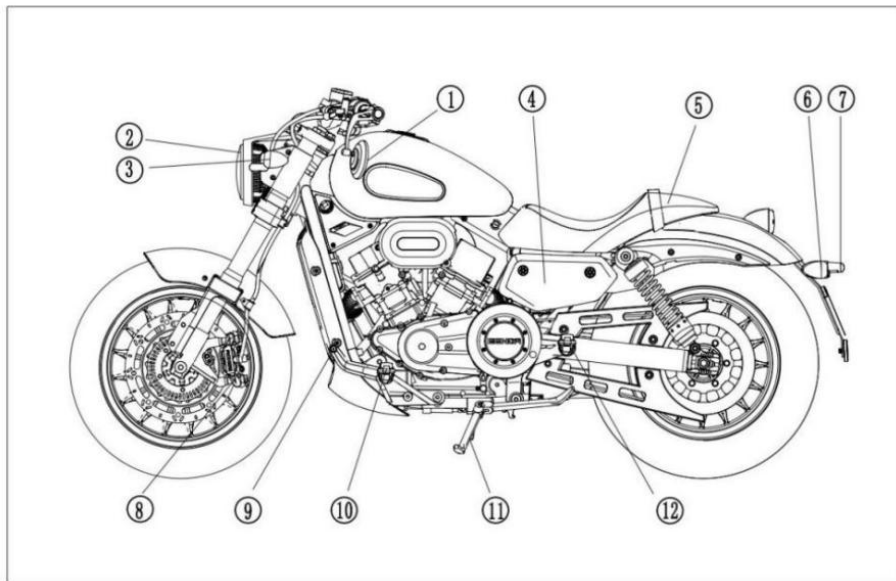

Abb.1
1.2. Position der Nummern (Abbildung 1)
- ①. Fahrgestellnummer (VIN): auf der rechten Seite des Fahrgestellträgers;
- ②. Namensschild: Krümmer auf der rechten Seite des Fahrgestells;
- ③. Motornummer: Oberhalb des linken Kurbelgehäuses.
1. (Abb.1)
- ① Rückspiegel Lx
- ② Scheinwerfer
- ③ Blinker vorne Lx
- ④ Batterie
- ⑤ Polster
- ⑥ Hinteres Kennzeichen
- ⑦ Blinker hinten Lx
- ⑧ Bremsattel vorne
- ⑨ Schalthebel
- ⑩ Pedal Lx